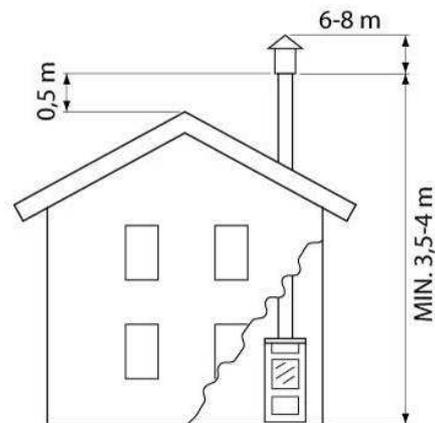

Fig.4
- El caballete debe estar siempre ubicado de manera de garantizar una adecuada dispersión y dilución de los productos de la combustión y de todos modos por fuera de la zona de reflujo. Esta zona tiene dimensiones y formas diferentes en función del ángulo de inclinación de la cubierta, por lo cual resulta necesario adoptar las alturas mínimas presentadas en fig. 4 y en fig. 5.
- El caballete deberá ser con deflector y deberá superar la altura de la cumbrera del tejado fig. 4 y fig. 5.
- Eventuales construcciones u otros obstáculos que superan la altura del caballete no deberán encontrarse por debajo del caballete mismo (fig.4).